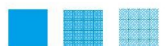

图 1-1-10
(1) 图 1-1-10 中 A 所指部位是减速器的_____ (润滑油加注口/润滑油排放口),